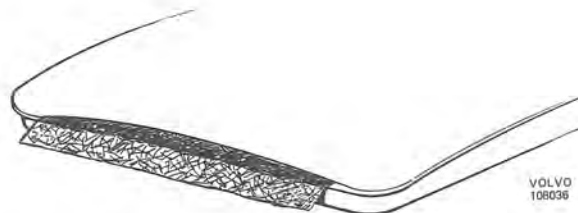

Bild 32. Plastluckan med inlagd glasfiberremsa
7. Placera in de plastade remsorna i fogen och se till att materialet även kommer längst ut i ändarna av sprickan. Den oplastade kanten av remsorna används till att hålla i vid inplaceringen (bild 32).